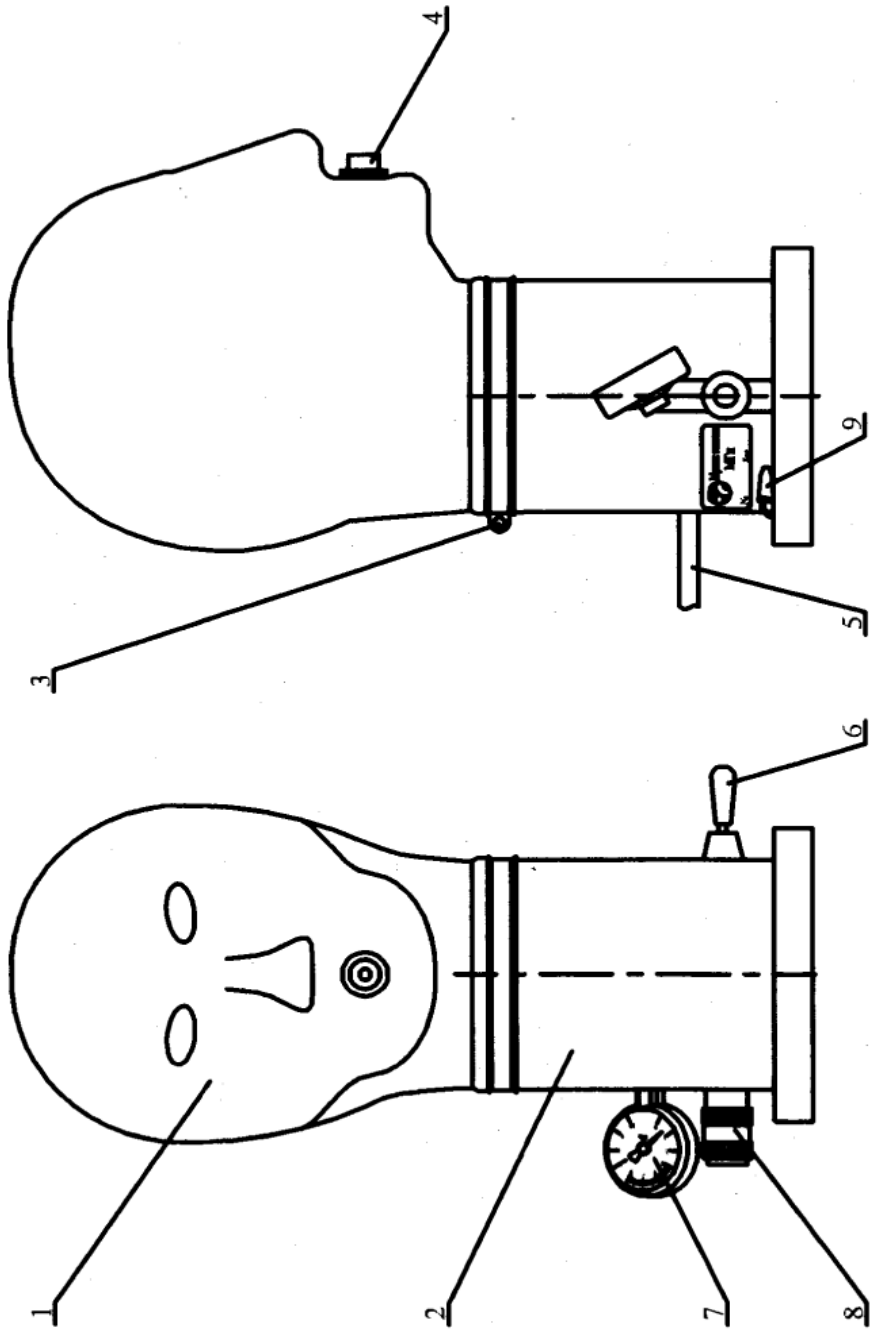

Рис. 1 Общий вид муляжа
5.1 Муляж (рис. 1) состоит из фофана 1, установленного на корпусе 2 и закрепленного на нем хомутом 3. В фофан вмонтирован штуцер 4, а в корпус трубка 5, через которые подмасочное пространство лицевой части соединяется с системой контроля дыхательных аппаратов. В корпусе муляжа установлена система наддува фофана сжатым воздухом. Управление наддувом производится рычагом переключения 6.